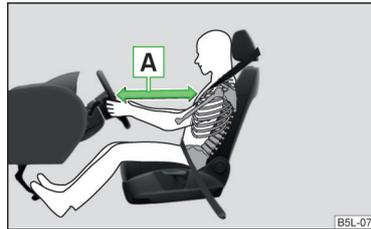

Abb. 9 Sicherer Abstand zum Lenkrad
- Für den Fahrer und Beifahrer ist es wichtig, einen Abstand von mindestens 25 cm zum Lenkrad bzw. zur Schalttafel einzuhalten **A** » Abb. 9. Wenn Sie den Mindestabstand nicht einhalten, kann Sie das Airbag-System nicht schützen - Lebensgefahr! Außerdem müssen die Vordersitze und die Kopfstützen immer der Körpergröße entsprechend richtig eingestellt sein.